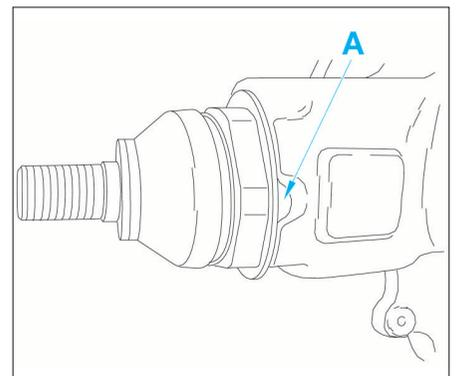

FIG. 17
- Reposer la rotule de pivot (2) et la serrer à  $23 \pm 2,3$  daN.m.
- Freiner la rotule dans les encoches "A" du pivot (Fig.17).